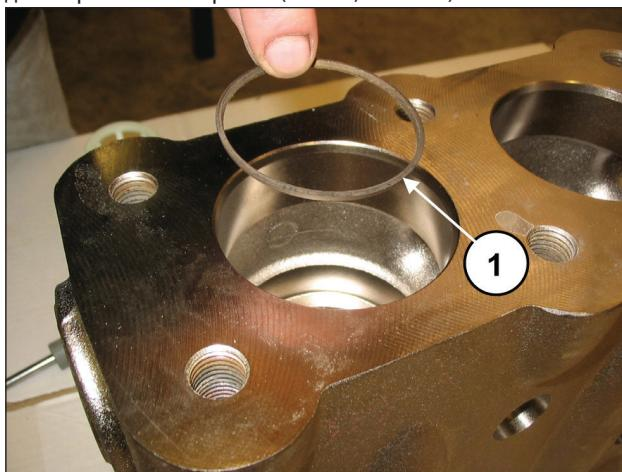

Рис. 102
Установите антиэкструзионное кольцо поз. № 4 на деталировочном чертеже (поз. ①, Рис. 102).